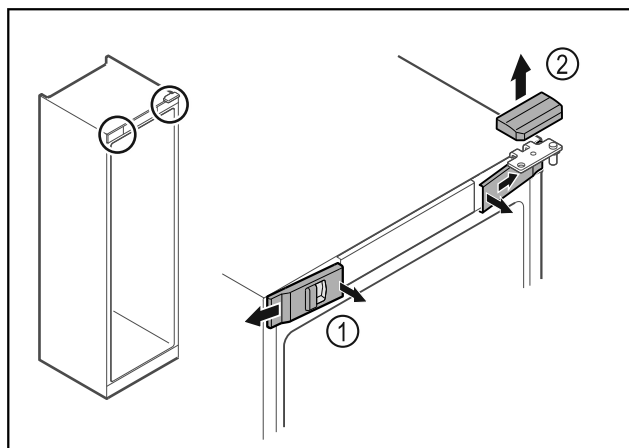

Fig. 17
- Disinnestare le coperture anteriori Fig. 17 (1) dall'interno ed estrarle lateralmente.
► Rimuovere la copertura superiore Fig. 17 (2) sollevandola verso l'alto.